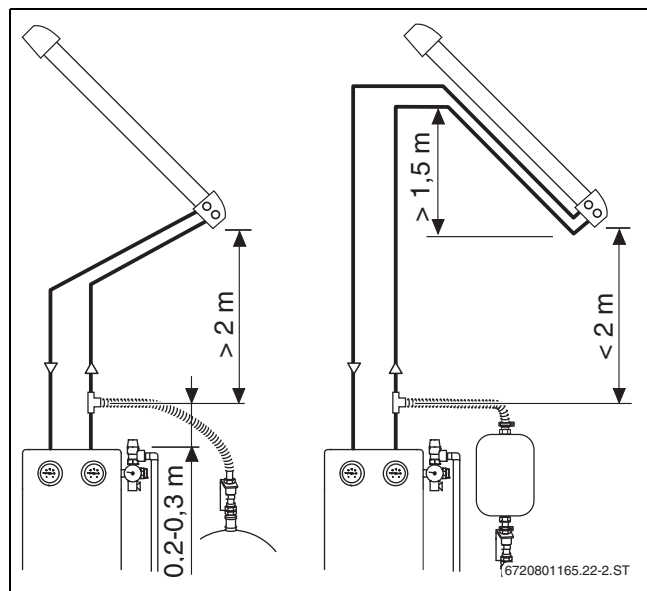

Bild 11 Abstand zum Kollektorfeld (VK)
- ▶ Am Kollektorfeld mit Vorlauf und Rücklauf einen „Leitungssack“ von mindestens 1,5 m Höhe bilden (→ Bild 11).